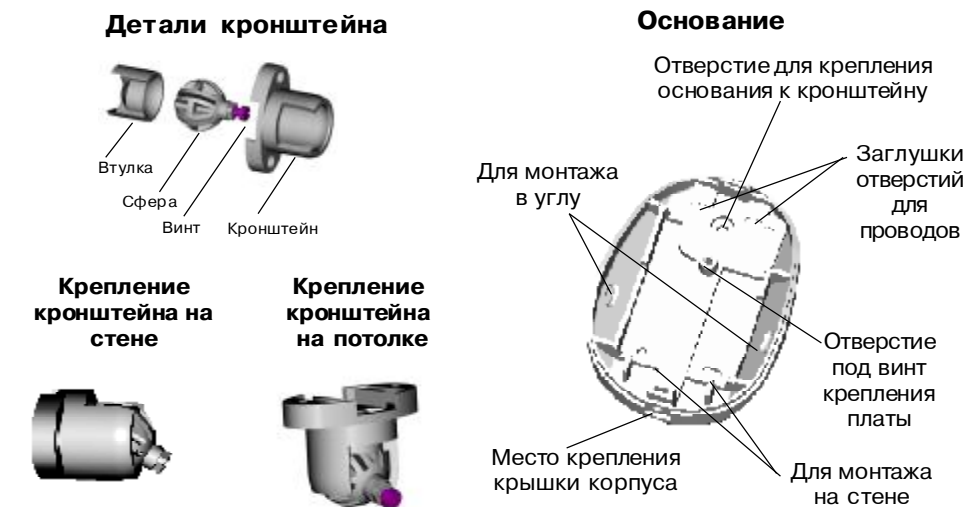

Рис.2
-Снимите крышку, вывернув при помощи отвертки винт, расположенный в нижней части основания извещателя (рис.2).
- Просверлите в основании извещателя отверстия (рис.2), которые будут использоваться для прокладки проводов и крепления извещателя.